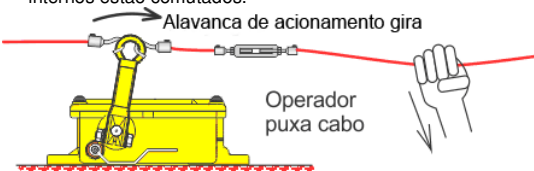
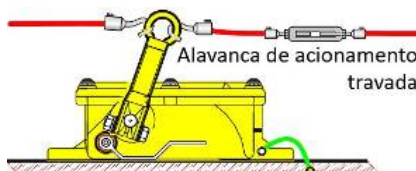

Fig. 8 - Acionamento da emergência
Fig. 9 - Chave travada na emergência
- Quando se detectar uma **situação de emergência**, o operador no local, com uma única ação, deverá **puxar o cabo em qualquer direção** (Fig. 8). A alavanca de acionamento da chave de emergência será deslocada, girando e travando na posição mostrada na Fig. 9. Quando a alavanca de acionamento está travada, os contatos internos estão comutados.